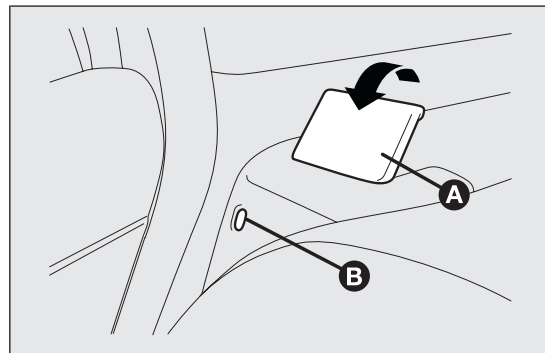

fig. 91
- ☐ sollevare la leva A fig. 91 di ritegno schienale e ribaltare quest'ultimo in avanti. Il sollevamento della leva è evidenziato da una "banda rossa" B.